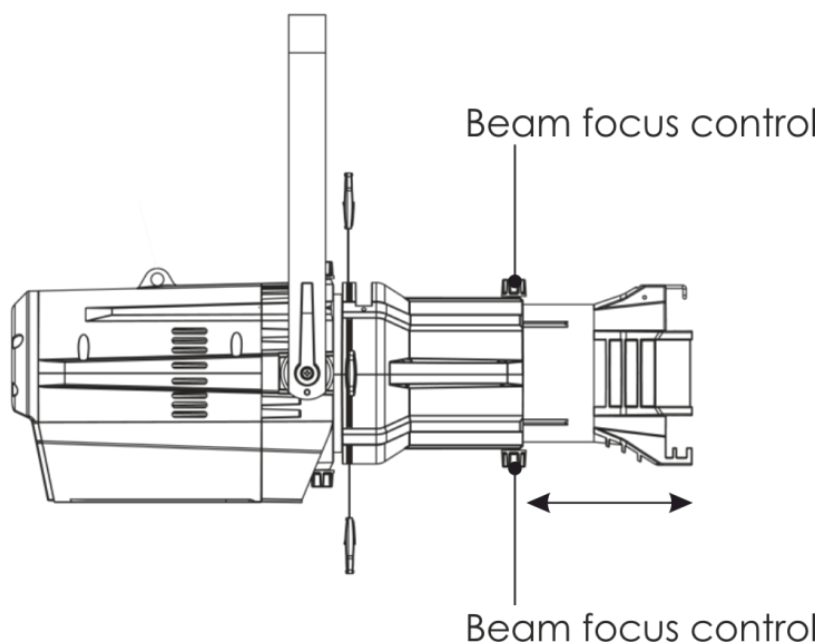

Fig. 05
- 01) Allentare i comandi per la messa a fuoco del fascio che si trovano sotto al tamburo (Fig. 05).